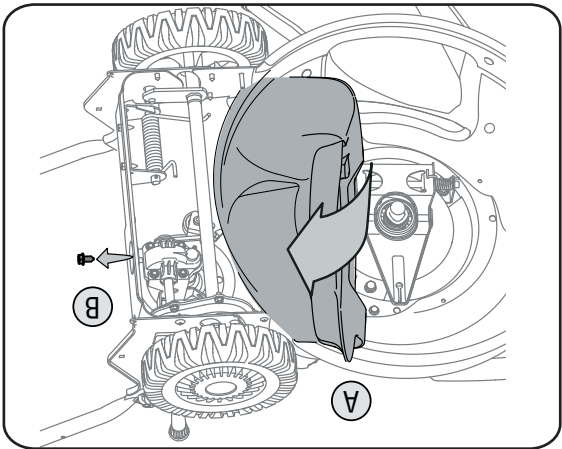

Figure 14
8. Enlevez le boulon hex. qui maintient la transmission sur la carrosserie de la tondeuse. Voir la Figure 14.
7. Faites pivoter le déflecteur vers l'arrière de la tondeuse. Voir la Figure 14.